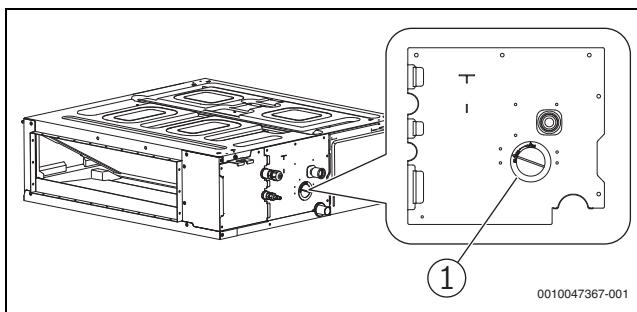

Fig. 26
- ▶ Deschideți capacul de testare a apei (→ Fig. 26) de pe corpul mașinii, acesta trebuie să fie deschis în timpul testului de evacuare pentru a verifica dacă pompa pentru drenaj este pornită și dacă există vreo problemă cu pompa pentru drenaj.